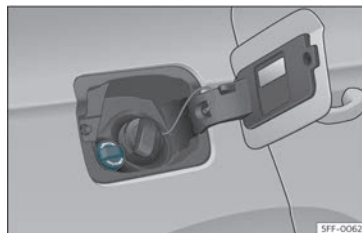

Fig. 199 Tampão do bocal de enchimento do reservatório do AdBlue.
- Abrir a tampa do depósito»»» **Fig. 199**.
- Rode o tampão de fecho do bocal de enchimento de SCR para a esquerda »»» **Fig. 199**.